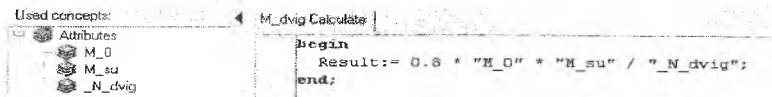

Рис. 8. Атрибуты и тело скрипта *M\_dvig Calculate*
- Укажите параметры скрипта: перетащите необходимые атрибуты на концепт скрипт (все параметры скрипта можно увидеть во вкладке *Uses*). Параметрами скрипта *M\_dvig Calculate*, вычисляющего максимальную потребную массу двигателя по формуле, являются атрибуты *M\_0*, *M\_su*, и *N\_dvig* (рис. 8).